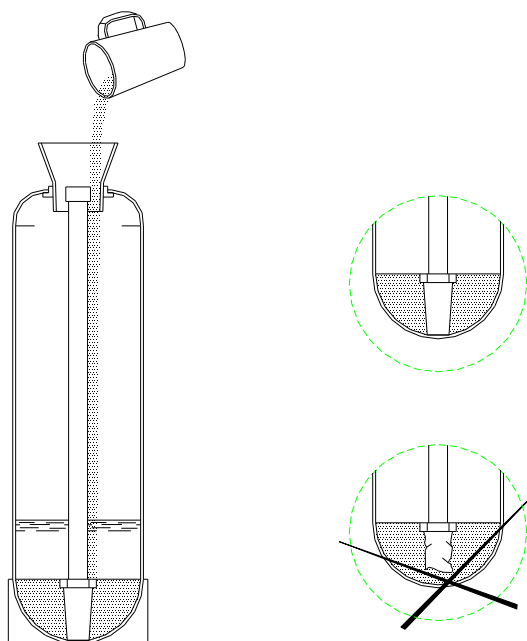

Рисунок 3 — Порядок загрузки фильтрующего материала в корпус фильтра
8.7 Засыпать в корпус через воронку требуемое количество гравия. **ВНИМАНИЕ: ПОСЛЕ ЗАГРУЗКИ ГРАВИЯ НИ В КОЕМ СЛУЧАЕ НЕ ВЫТАСКИВАТЬ ВЕРТИКАЛЬНЫЙ КОЛЛЕКТОР ИЗ КОРПУСА!** Это может привести к поломке дренажного колпачка в результате попадания гравия в его посадочное место на дне корпуса (см. рисунок 3).